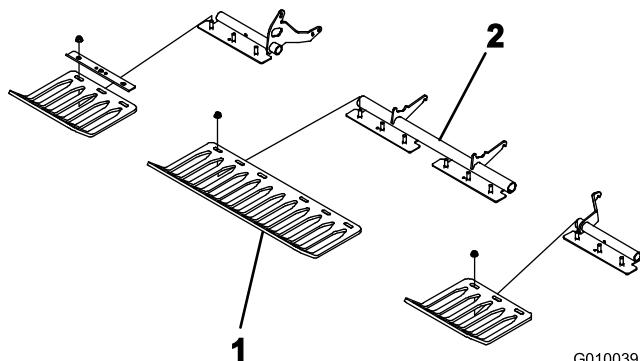

図 24
3. ターフ・ガード・ブラケットにターフ・ガード 4 本を仮止めする；全部で 12 本のフランジ・ナットを使用（図 24）。この時点ではまた本締めしないこと。
**注** ターフ・ガード・クランプとフランジ・ナットはターフ・ガード・ブラケットに取り付けて出荷されています（図 24）